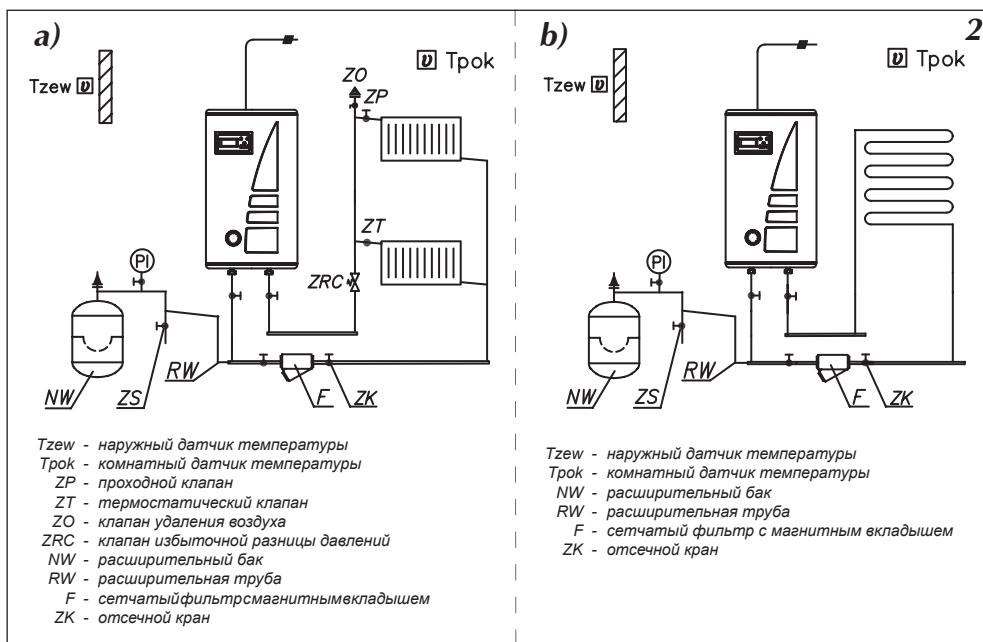
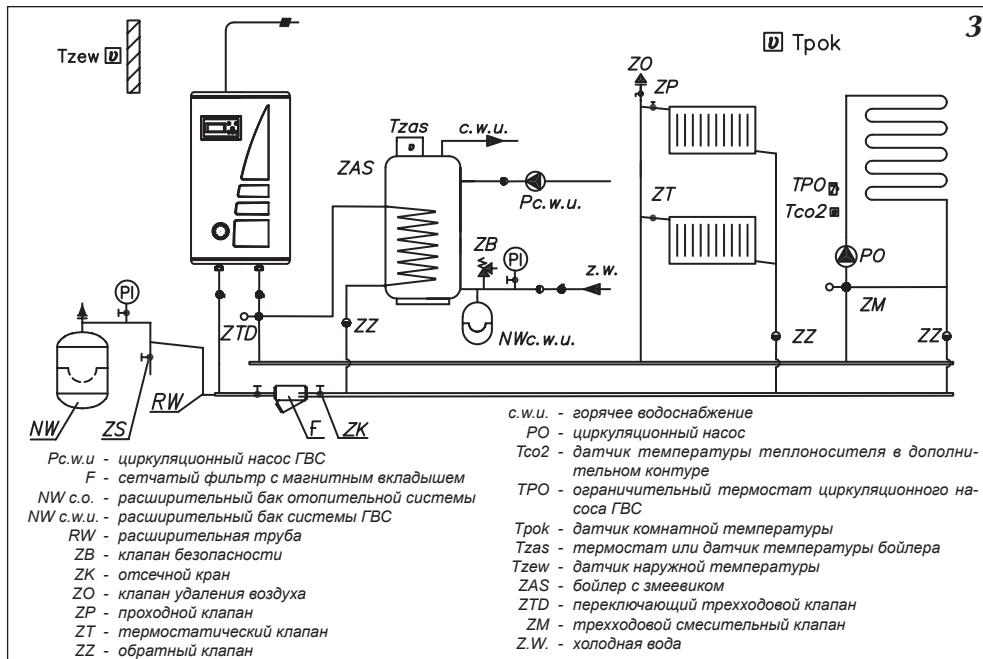
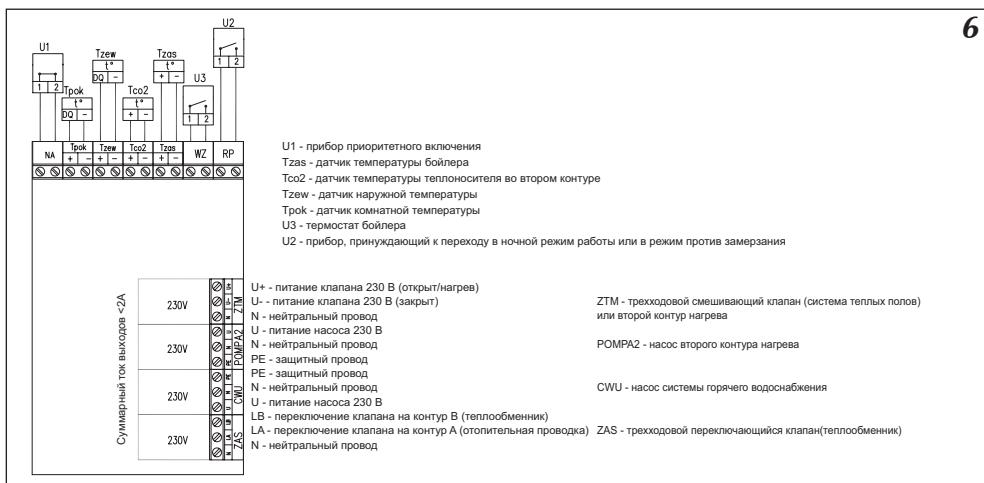

Рис.2 Примерная схема отопительной системы
Рис.3 Примерная схема отопительной системы – радиаторы, обогрев теплых полов, бойлер ГВС.
Рис.6 Подключение наружных устройств к плате ZIO.
- в случае если котел должен работать в системе теплых полов, необходимо безоговорочно установить предохранительную арматуру (рис.2б или 3).
- Подключить котел к отопительной проводке, оснащенной отсечными кранами (рис.2 и рис.3).
- на модуле ZIO замкнуты клеммы NA (см. рис. 6),
К котлу EKCO.M1z можно подключать, в зависимости от потребности, ряд дополнительных приборов или необходимых датчиков (рис. 6).
К котлу EKCO.M можно подключить прибор приоритетного включения – например проточный водонагреватель (рис.6), который будет выключать нагрев котла. Это решение используется с целью ограничения потребления максимальной мощности. Приоритетный прибор должен иметь выход сигнального управления. **Прибор приоритетного включения подключается при помощи провода (напр. LIYY 2x0,14) к клеммам „NA” на плате ZIO. На клеммы „NA” запрещается подавать какое-либо напряжение!** Перед подключением приоритетного прибора следует проверить имеет ли он выход сигнального управления. Если приоритетный прибор может управлять только сигналом напряжения, следует использовать соответствующее реле. **Неиспользуемые клеммы NA следует оставить в замкнутом состоянии!**
Из этих двух способов можно выбрать один при помощи соответственной установки в сервисном меню. Способ подключения клемм терmostата и датчика температуры в теплообменнике представлен на рис.6.
На электронном модуле рис.6 имеются клеммы ZAS. На клемму LB подается напряжение 230В в случае, если есть необходимость дрогрева воды в теплообменнике. На клемму LA подается напряжение 230В в случае, если котел греет теплоноситель в отопительной проводке. К этим клеммам можно подключить трехходовой клапан, который будет переключать отопительный контур на запитку теплообменника. В случае запитки теплообменника температура теплоносителя стандартно устанавливается на уровне 80°C. Эту величину можно изменить в сервисном меню. Одним из рекомендованных компаний Kospel трехходовых клапанов является клапан VCZMH6000E с серводвигателем VC6012ZZ00 и кабелем 45900445-013B. Управление этим клапаном осуществляется подачей сетевого напряжения 230В~ на один из двух проводов – коричневый или черный. Синий провод следует подключить к нейтральному проводу сети питания. Подача питания на коричневый провод приведет к переключению клапана в положение, при котором открывается проход между входом "AB" и выходом „B". Подача питания на черный провод приведет к переключению клапана в положение, при котором открывается проход между входом "AB" и выходом „A". Обозначение входа „AB" и выходов „A"; „B" нанесено на клапан.
На рис. 6 представлен способ подключения трехходового клапана к котлу. Принято, что выход горячего теплоносителя из котла подключен к входу „AB” переключающегося клапана а выходы А и В служат соответственно для:
- Коричневый провод кабеля 45900445-013B подключить к клемме LB согласно рис. 6.
- Синий провод кабеля 45900445-013B подключить к клемме „N” согласно рис. 6.
Котел EKCO.M1z может управлять насосом системы горячего водоснабжения. Управление основано на включении или выключении этого насоса в зависимости от установленной суточной программы. Таким образом насос можно отключить, например на ночь. Насос подключается к плате ZIO согласно рис.6. Напряжение питания насоса – 230В.
Разъем ZTM на плате ZIO22 рис.6 служит для подключения смесительного клапана запитки второго контура (рис.3 кран ZM). Этот контур должен быть приспособлен для запитки более низкими температурами чем в отопительной системе. Например, если отопительный контур запитывается температурой 85°C (см „Сервисное меню” параметры WChG,WChG2, Tcomax и Tc2max), второй контур может служить для запитки системы Теплый пол максимальной температурой 60°C. В этом случае следует помнить о установке дополнительной защитной арматуры, предохраняющей от появления слишком высокой температуры во втором контуре. Для измерения температуры во втором контуре используется датчик типа WE-008.
На плате ZIO рис.6 имеется разъем RP, замыкание которого приводит к переходу котла в режим работы против замерзания или в ночной режим работы. Выбор одного из этих режимов осуществляется в сервисном меню. Также как и на разъем NA, на него нельзя подавать напряжение!